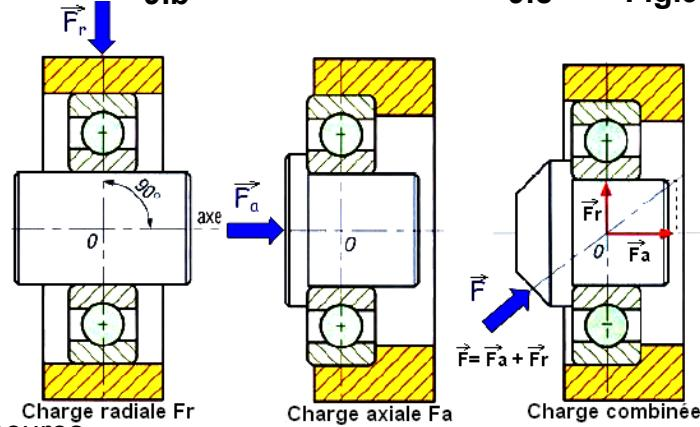

Fig.10
- ▶ La nature des charges F , F_a , F_r ; **Figure 10** appliquées à la liaison (aux roulements) :